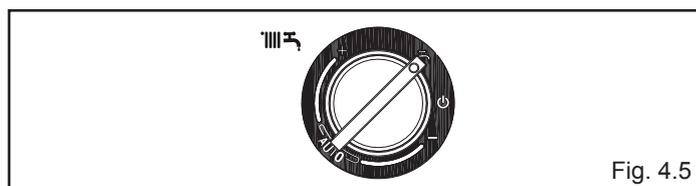

Fig. 4.5
**Estate:** ruotando il selettore sul simbolo estate ☱☲ (fig. 4.5) si attiva la funzione tradizionale di solo acqua calda sanitaria.